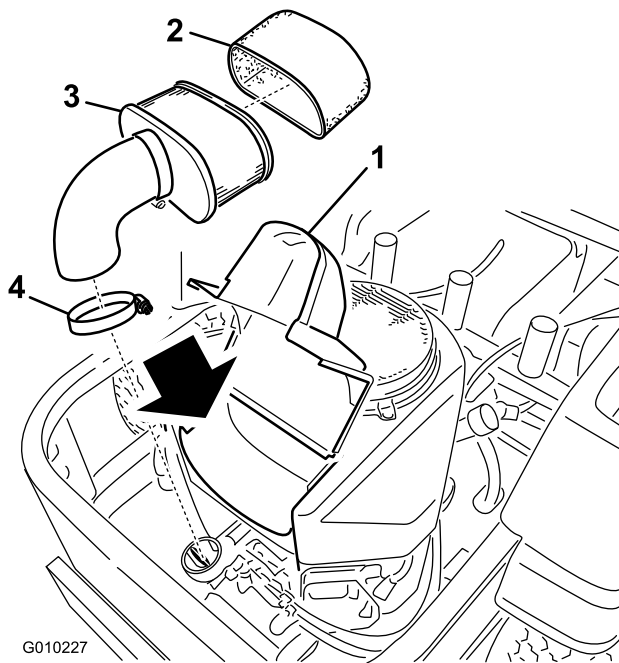

Bild 38
3. Reinigen Sie den Bereich um den Luftfilter, um zu verhindern, dass Schmutz in den Motor gelangt und Schäden verursacht. Lösen Sie die zwei Kunststoffhandräder an der Abdeckung und nehmen Sie die Luftfilterabdeckung ab (Bild 38).
4. Schieben Sie den Schaumeinsatz vorsichtig vom Papiereinsatz herunter (Bild 38).
5. Schrauben Sie die Flügelmutter los und entfernen Sie den Papiereinsatz (Bild 38).